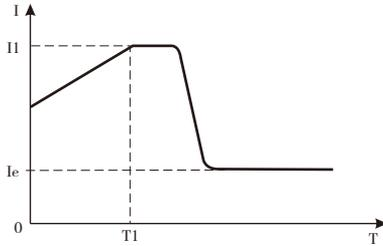

图12-4-1
① 代码F9设置4（电流斜坡畅通）为此起动模式。图12-4-1为电流斜坡起动模式的输出电流波形，其中I1为代码F1设置的时间值。
② 电流斜坡起动模式具有较强的加速能力，适用于两级电动机，也可以在一定范围内缩短起动时间。